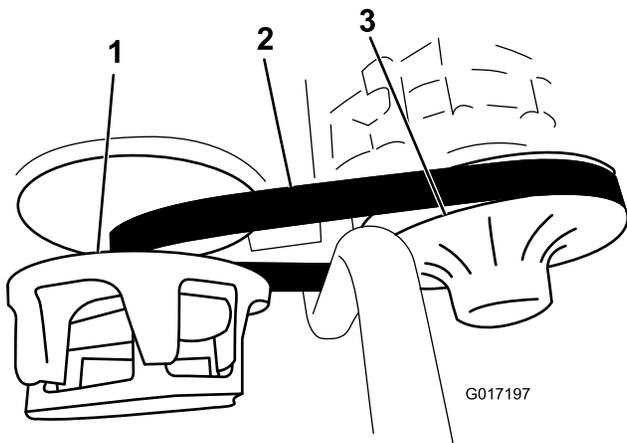

Figure 40
3. Faites tourner la courroie et vérifiez qu'elle n'est pas excessivement usée ou endommagée (Figure 40).
1. Faites tourner la courroie et faites-la passer sur l'embrayage secondaire (Figure 40).
2. Enlevez la courroie de l'embrayage principal (Figure 40).